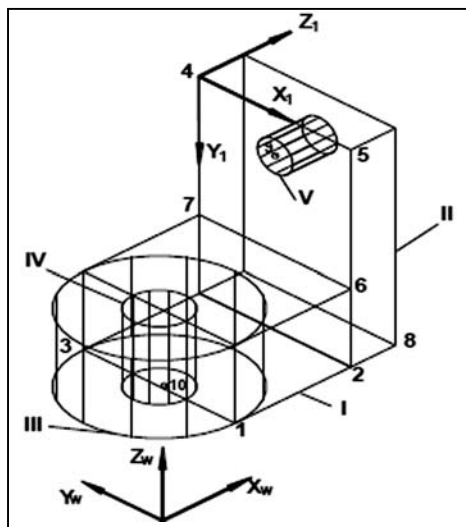

Рис. 6.4. Создание твердотельных примитивов
7. Создать новую ПСК 1, используя команду ПСК по трем точкам («*Сервис*»): начало координат — 4; новое положение оси *OX* — 5; новое положение оси *OY* — 7 (см. рис. 6.4).
При этом произойдет объединение тел I, II и III (см. рис. 6.4). Для этого используем команду «*Вычитание*» — «*Редактировать*» / «*Редактирование тела*».